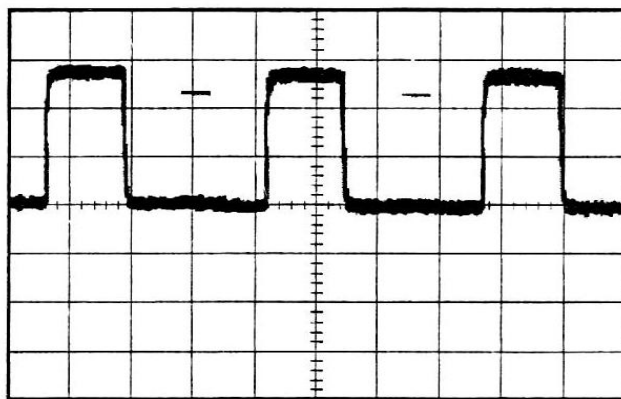

Fig.90.-Comprobacion del ancho de pulso de una señal.
- La señal medida es como aparece en la fig. 90.